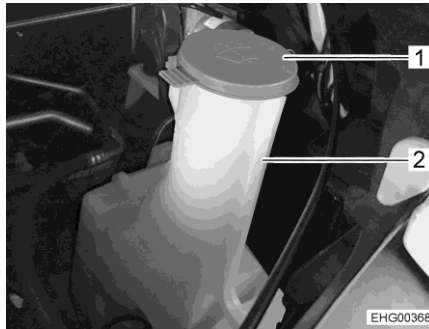

Bild 37 Einfüllstutzen Waschwasserbehälter
- Den Deckel (Bild 37,1) vom Einfüllstutzen (Bild 37,2) des Waschwasserbehälters abnehmen.